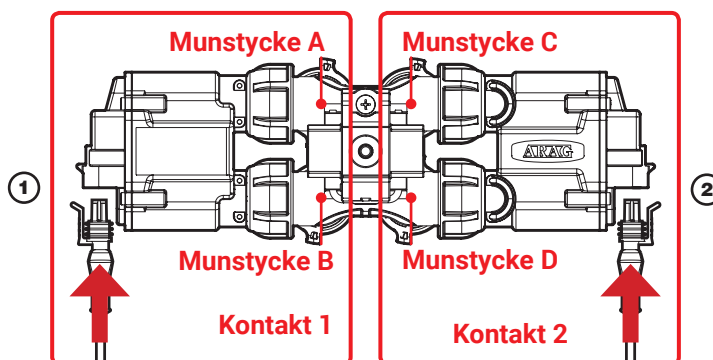

Fig. 213
**1** Anslut i följd **ENDAST SELETRON-MUNSTYCKSHÅLLARE A OCH B**, från vänster till höger tills slutet av rampen (**kontakt 1** i Fig.213).